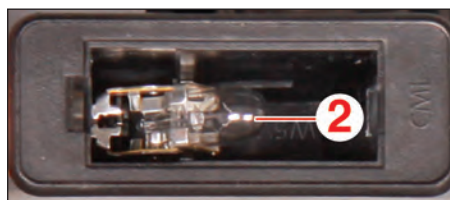

FIG.2
- Déposer l'ampoule (2) en la tirant dans l'axe et la remplacer (Fig.2).